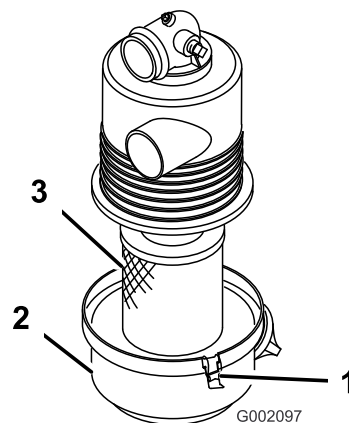

Figure 33
3. Desserrez les fixations qui maintiennent le couvercle sur le corps du filtre à air. Enlevez le couvercle du corps et nettoyez l'intérieur (Figure 33).
4. Sortez l'élément filtrant du corps du filtre avec précaution pour ne pas déloger trop de poussière (Figure 33). Évitez de cogner l'élément contre les parois du filtre.